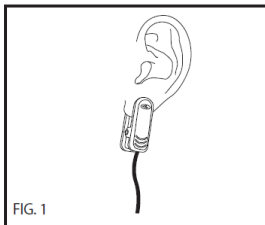

FIG. 1
- (1) 귀의 관류를 개선하기 위해 25-30초간 귓볼을 강하게 문지른다. 귓볼에 발적 크림(10-30% 살리실산메틸 및 2-10% 메탄올)을 발라 문지르기도 한다. 니트로글리세린 페이스트와 같은 혈관확장 크림을 사용하지 않는다.
- (2) Fig. 1을 참고하여 센서를 귀볼이나 귓바퀴에 부착한다. 케이블이 목을 타고 몸 쪽으로 늘어지도록 방향을 정한다. 센서가 귀에 제대로 부착되지 않으면 마시모의 일회용 센서 또는 재사용 가능한 손가락 센서를 다른 측정 부위에 적용하는 것을 고려한다. (주의. 스프링 텐션이 센서를 귓볼이나 귓바퀴의 제 위치에 고정하기에 충분하지 않다면 센서 사용을 중단한다.)